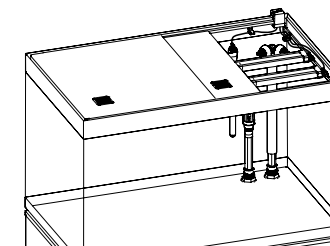

Rys. 10
1. Umieścić zaczepek na przewód elektryczny (D) w najodpowiedniejszym miejscu, wsuwając je w niższe prowadnice obydwu szyn (rys. 10) i wyciągnąć przewody ze zbiornika.
2. Przytwierdzić krawędziową prowadnicę przewodów (E) wzdłuż ściany zbiornika.